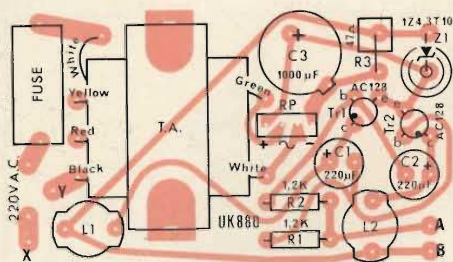

Fig. 2 - Serigrafia del circuito stampato.
- Appoggiare alla basetta del circuito stampato il raddrizzatore a ponte R.P. e saldare i relativi terminali, rispettando la polarità come indicato in serigrafia - fig. 2.